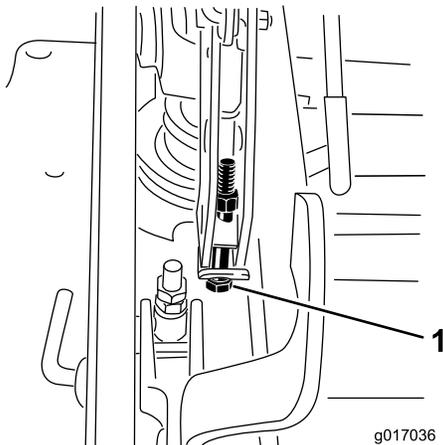

Figure 97
14. Si le tablier est trop bas, serrez le boulon de réglage monopoint dans le sens horaire. Si le tablier est trop haut, desserrez le boulon de réglage monopoint dans le sens antihoraire (Figure 97).